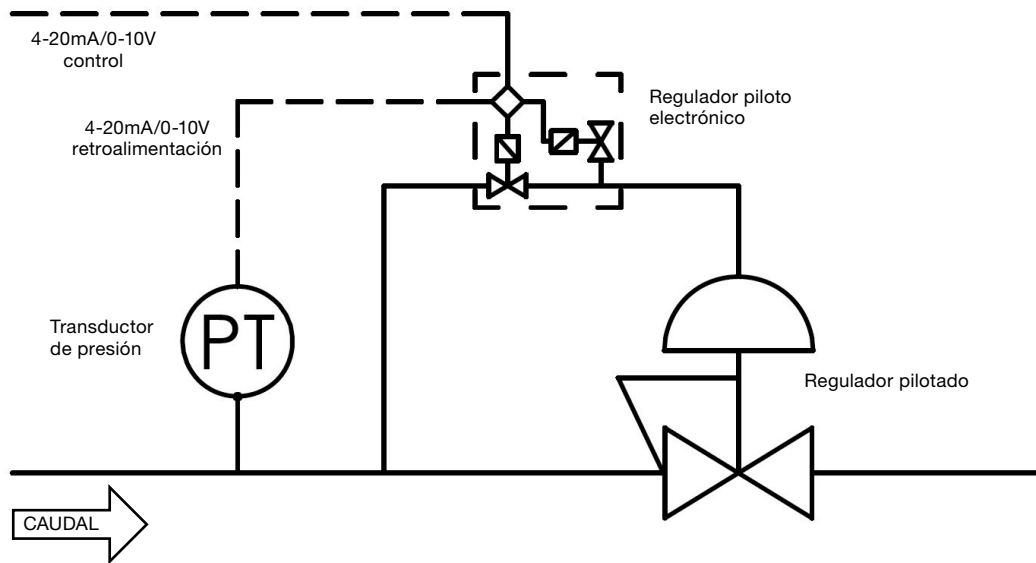

Figura 5
- **Control electrónico.** En esta configuración se utiliza un regulador piloto electrónico alimentado por la presión del sistema, junto con un transductor de presión para controlar directamente la presión de la bóveda (Figura 5). La presión de consigna del regulador principal estará limitada por la presión de salida del regulador electrónico. Esta configuración no es adecuada para aplicaciones de líquidos.